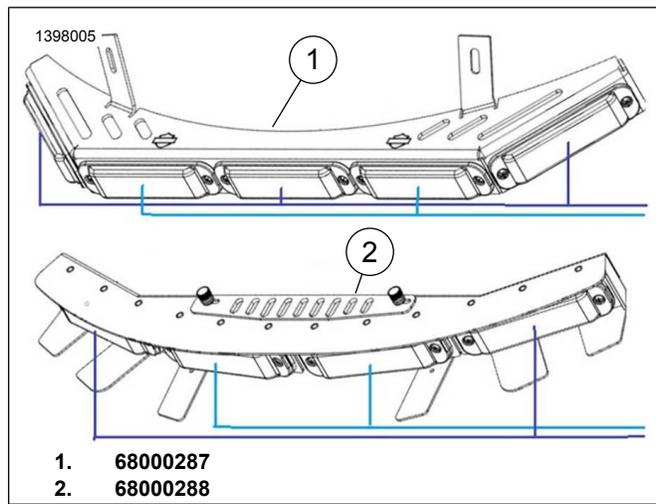

Figura 8. Configurações das unidades de luz
Consulte Veja a figura 8. para obter uma representação visual dessas configurações de unidades de luz, que são diferentes para a 68000287 (1) e a 68000288 (2).